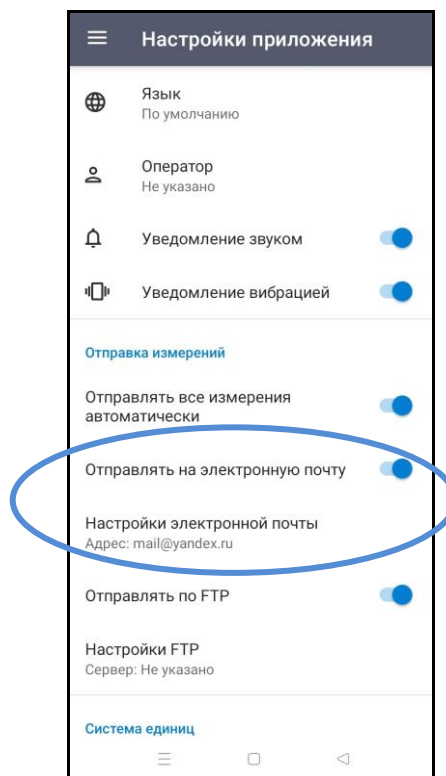
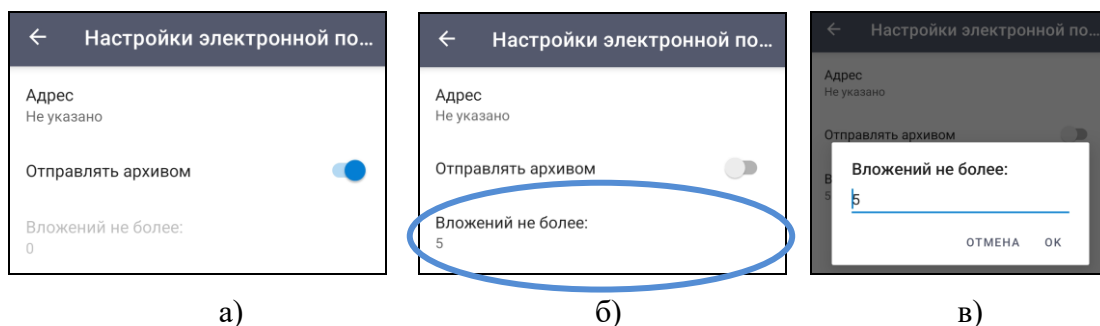

Рисунок 7
Рисунок 8
В открывшемся окне «Настройки приложения» (рисунок 7) следует заполнить поле «Язык» и поле «Оператор», при необходимости. В поле «Оператор» следует указать фамилию пользователя, либо любой удобный идентификатор, который будет отображаться в отправляемых письмах.
Для отправки измерений по электронной почте необходимо включить опцию «Отправлять на электронную почту», функция отправки станет активной (см. рисунок 7).
При нажатии на пункт «Настройки электронной почты» (см. рисунок 7) откроется окно, содержащее следующую информацию (рисунок 8):
- 2) опцию «Отправлять архивом» (рисунок 8 а);
- 3) пункт «Вложений не более:» (рисунок 8 б), при выборе которого откроется окно ввода максимального количества вложений для отправки на электронную почту (рисунок 8 в).
При необходимости получения информации об исследовании автоматически каждый раз, когда записывается новое измерение, в окне «Настройки приложения» следует включить опцию «Отправлять все измерения автоматически» (см. рисунок 7).